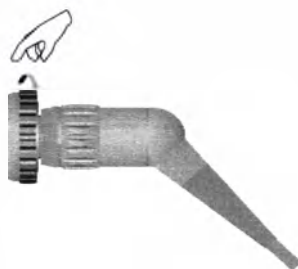

Рис. 18 Кольцо на адаптере камерной головки
- при включении дисплея медицинского в левом нижнем углу экрана в течении 15 - 20 сек. высвечивается время наработки лампы (рис.17), а в дальнейшем - время от включения аппарата (рис.18).